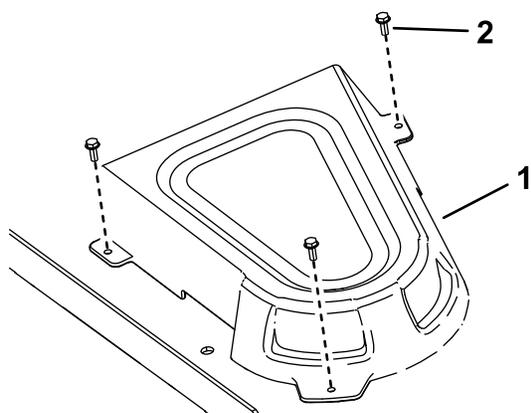

Figure 70
4. Déposez les couvercles de poulie (Figure 70).
8. Reposez les couvercles de poulie (Figure 70).